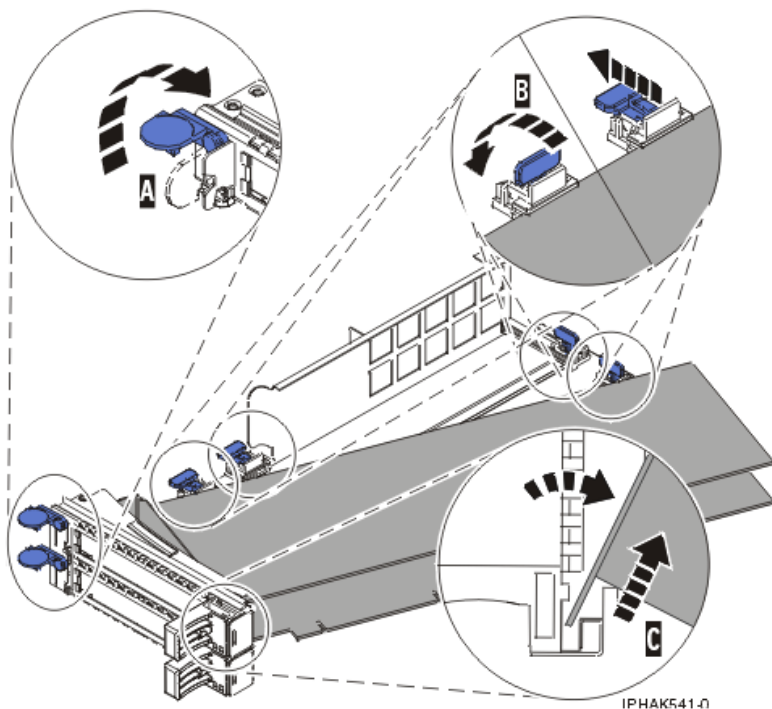
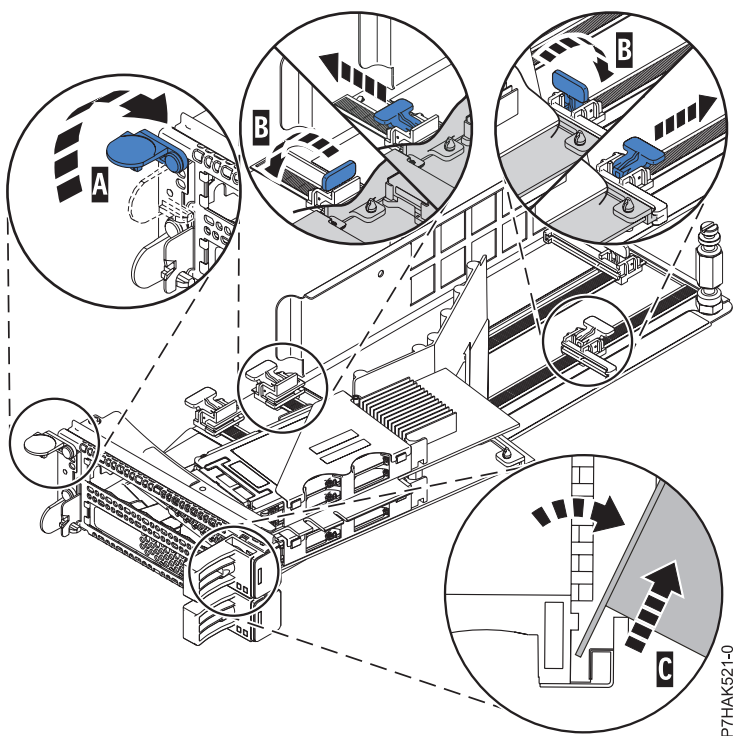

Abbildung 93. Adapter aus PCI-Adapterkassette ausbauen
Abbildung 94. Aus der PCI-Adapterkassette ausgebauter PCIe-RAID- und SSD-SAS-Adapter
- d. Drehen Sie den Drehstift (C) heraus und legen Sie ihn an einer sicheren Stelle ab.
- a. Entriegeln Sie die Adapterhalterungen (B), indem Sie die Halteklammern (A) in die horizontale Position drehen. Siehe Abb. 93 auf Seite 102. Beim Ausbauen eines PCIe-RAID- und SSD-SAS-Adapters müssen Sie die Informationen im Abschnitt Abb. 94 auf Seite 102 lesen.